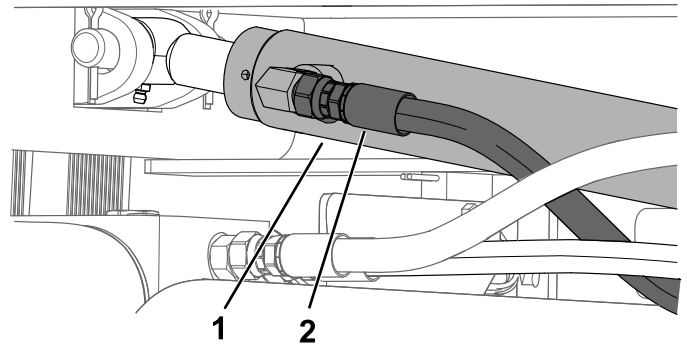

Figure 13
2. Placez un grand bac de vidange sous le vérin de levage de la benne (Figure 13).